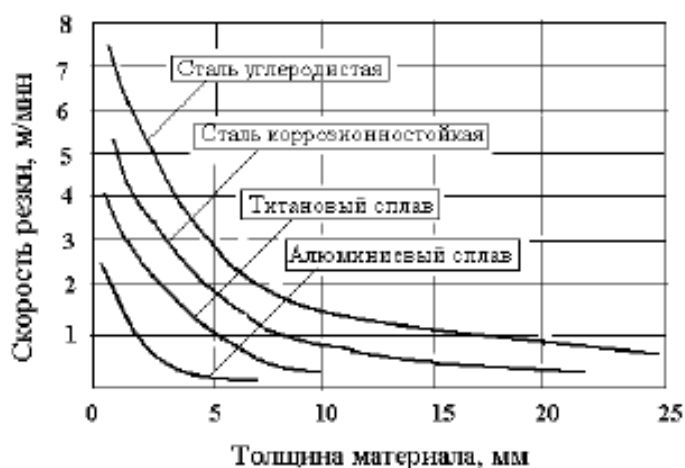

Рис. 1 Зависимость скорости резки от толщины материала
2. Сопоставить полученные результаты с рекомендуемыми значениями, рис. 1.